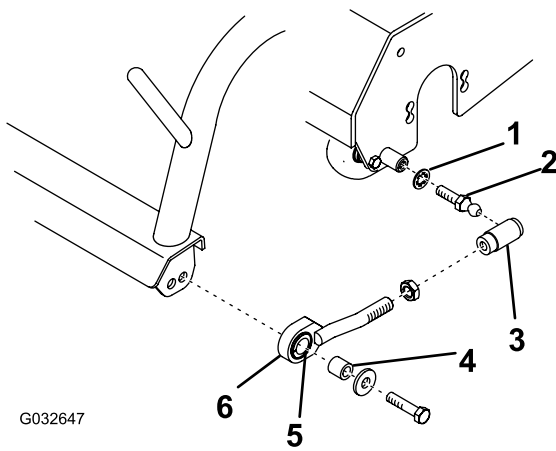
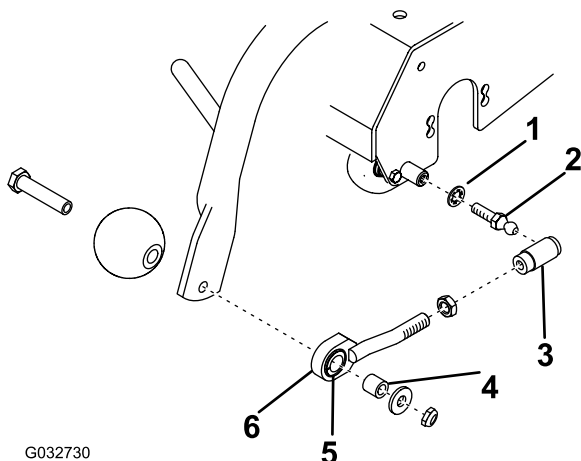

Bild 5
Bild 6
1. Befestigen Sie einen Kugelbolzen und eine Sicherungsscheibe an jedem Ende des Rasenlüfters (Bild 5 oder Bild 6).
- B. Bringen Sie eine Klemmmutter und eine Kugelgelenkaufnahme an jedem Zuglenker an, wie in Bild 5 oder Bild 6 abgebildet.
- C. Befestigen Sie einen Zuglenker mit einem Distanzstück, einer Scheibe und Schraube an jedem Ende des Trägerrahmens (Bild 5 oder Bild 6).
- E. Schieben Sie die Hülse an jeder Kugelgelenkaufnahme zurück und haken sie in die Kugelbolzen ein (Bild 5 oder Bild 6).